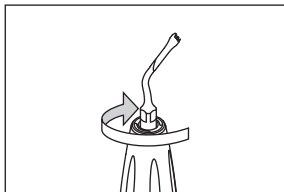

Abb. 1
1) Schrauben Sie den Aufsatz per Hand in das Handstück, bis er leicht angezogen ist (Abb. 1).